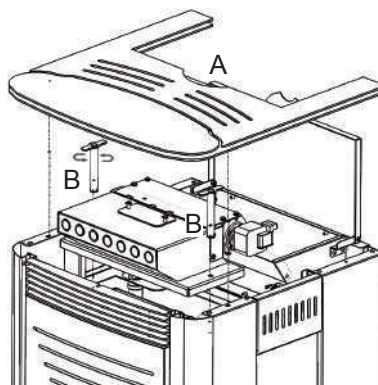

Fig. 10
- Sollevare il rivestimento superiore (A) e girare in senso antiorario le 2 chiavi di serraggio (B); (Fig. 10)